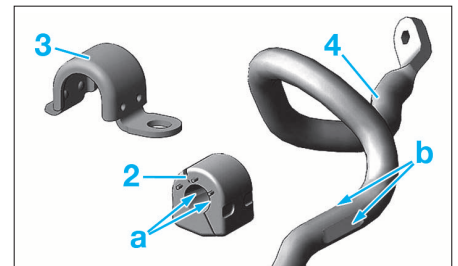

FIG. 17
La barre stabilisatrice possède deux paliers (2) (Fig.17).